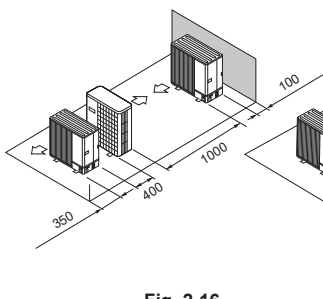

Fig. 2-16
- (5) Arrangement med enkelt parallel enhed (Fig. 2-16)